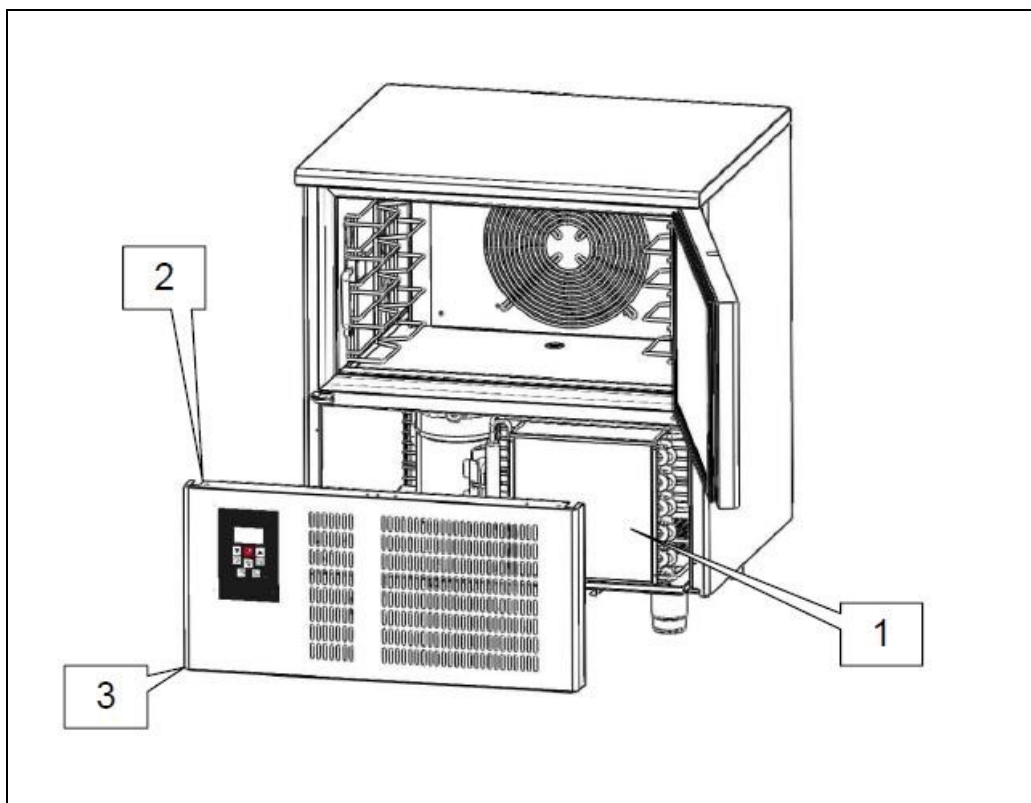

Fig. 9
För att maskinen ska fungera korrekt och effektivt måste luftkondensorn (ref. 1 fig. 9) hållas ren så luften kan cirkulera fritt. Denna åtgärd bör utföras var 30:e dag. Ta bort kontrollpanelen genom att lossa skruvarna (ref. 2 och 3 fig. 9). Använd en borste av icke-metalliskt material och avlägsna allt damm och skräp från bladen. Använd gärna dammsugare för att undvika att det flyger omkring damm i luften. För att ta bort fet smuts kan du använda en borste doppad i sprit.